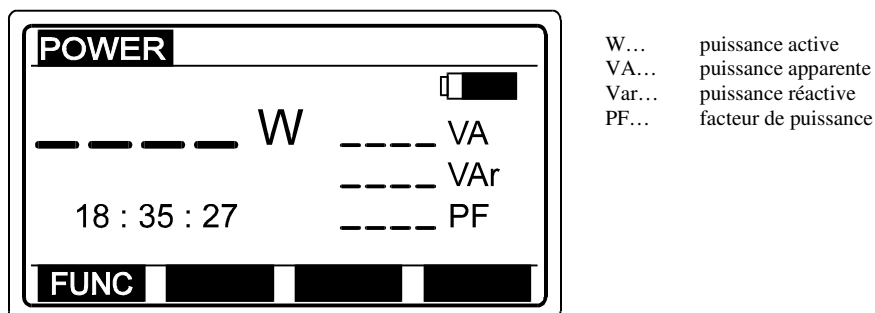

Fig. 89: Menu initial de fonction de puissance
- Connectez la pince ampèremétrique 1A/1mA à l'Eurotest 61557 comme illustré sur la fig. 89 (uniquement si les harmoniques de courant doivent être mesurés).
- Connectez le câble approprié (câble universel ou sonde de commande avec fiche de courant) à l'Eurotest 61557, comme illustré sur la fig. 89 (uniquement si les harmoniques de tension doivent être mesurés).